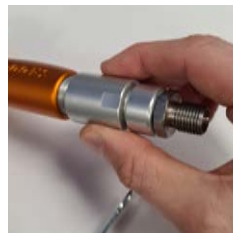

Fig.03
- 3.- Desenroscar el racor giratorio de la pistola (fig.03).